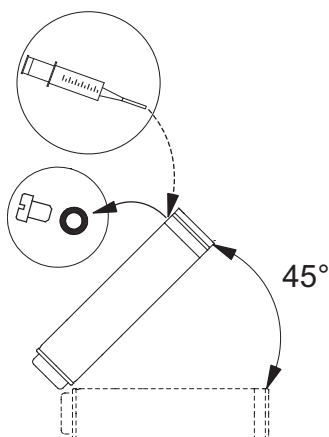

Fig. 3 Posizione del motore durante il riempimento - MS 6000
- Se il motore viene consegnato dal magazzino, controllare il livello di liquido al suo interno prima di montarlo sulla pompa. Vedi fig. 3.
- Controllare il livello durante l'assistenza. Vedi fig. 3.
1. Posizionare la pompa sommersa come mostrato in fig. 3. La vite di riempimento deve trovarsi sul punto più alto del motore.
3. Iniettare il liquido nel motore con la siringa di riempimento finché il liquido fuoriesce dal foro di riempimento. Vedi fig. 3.